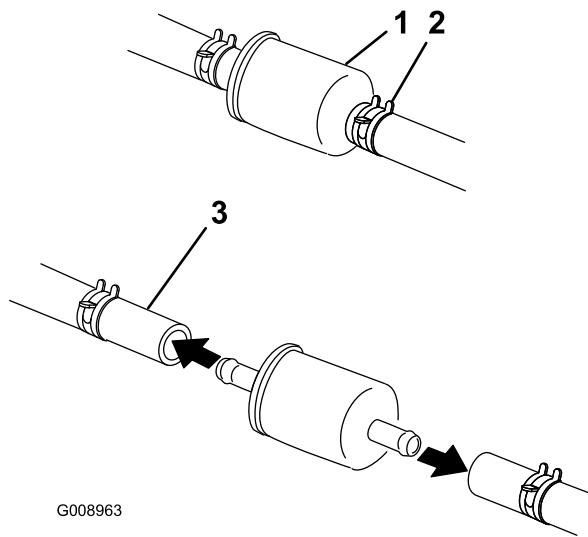

Figure 39
5. Pincez les extrémités des colliers et faites glisser ceux-ci pour les éloigner du filtre (Figure 39).